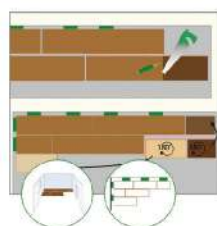

Рисунок 12
13. Далее происходит монтаж оставшихся рядов (см. рис. 12).